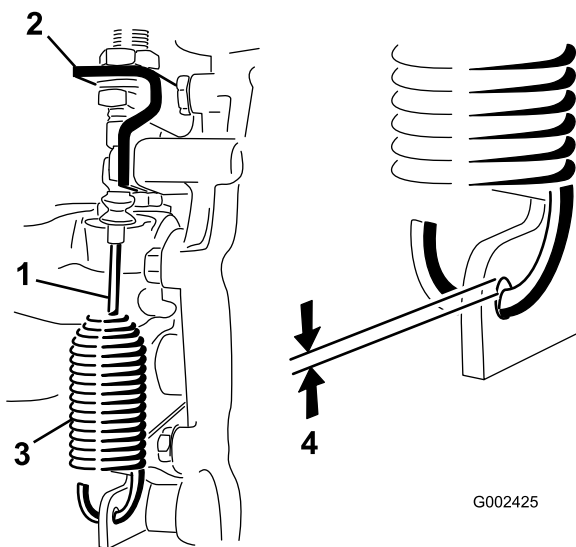

Figura 54
2. Allentate i dadi che fissano il cavo di blocco del differenziale alla staffa del transaxle (Figura 54).